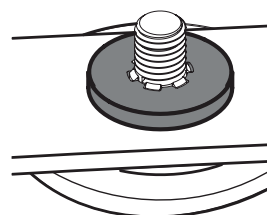

Fig. 45
- Placez soigneusement la rondelle plate sur l'arbre à broche. Veillez à ce que les cannelures à la base du filetage de l'arbre à broche soient alignées avec les cannelures de la rondelle (Fig. 45).